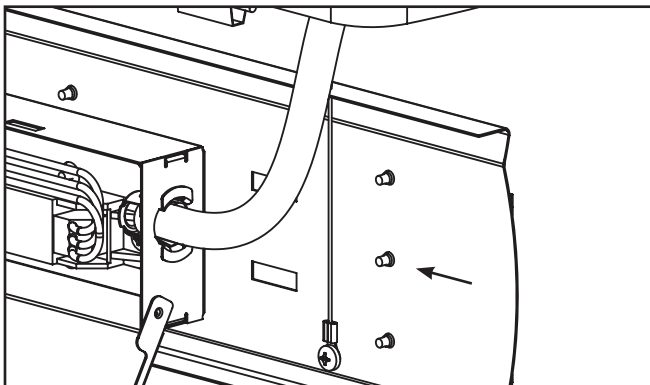

Figura 13.
14. Alimente los cables a través del orificio en el gabinete y vuelva a insertar completamente el broche hasta que quede fijamente sujetado. (Figura 13)